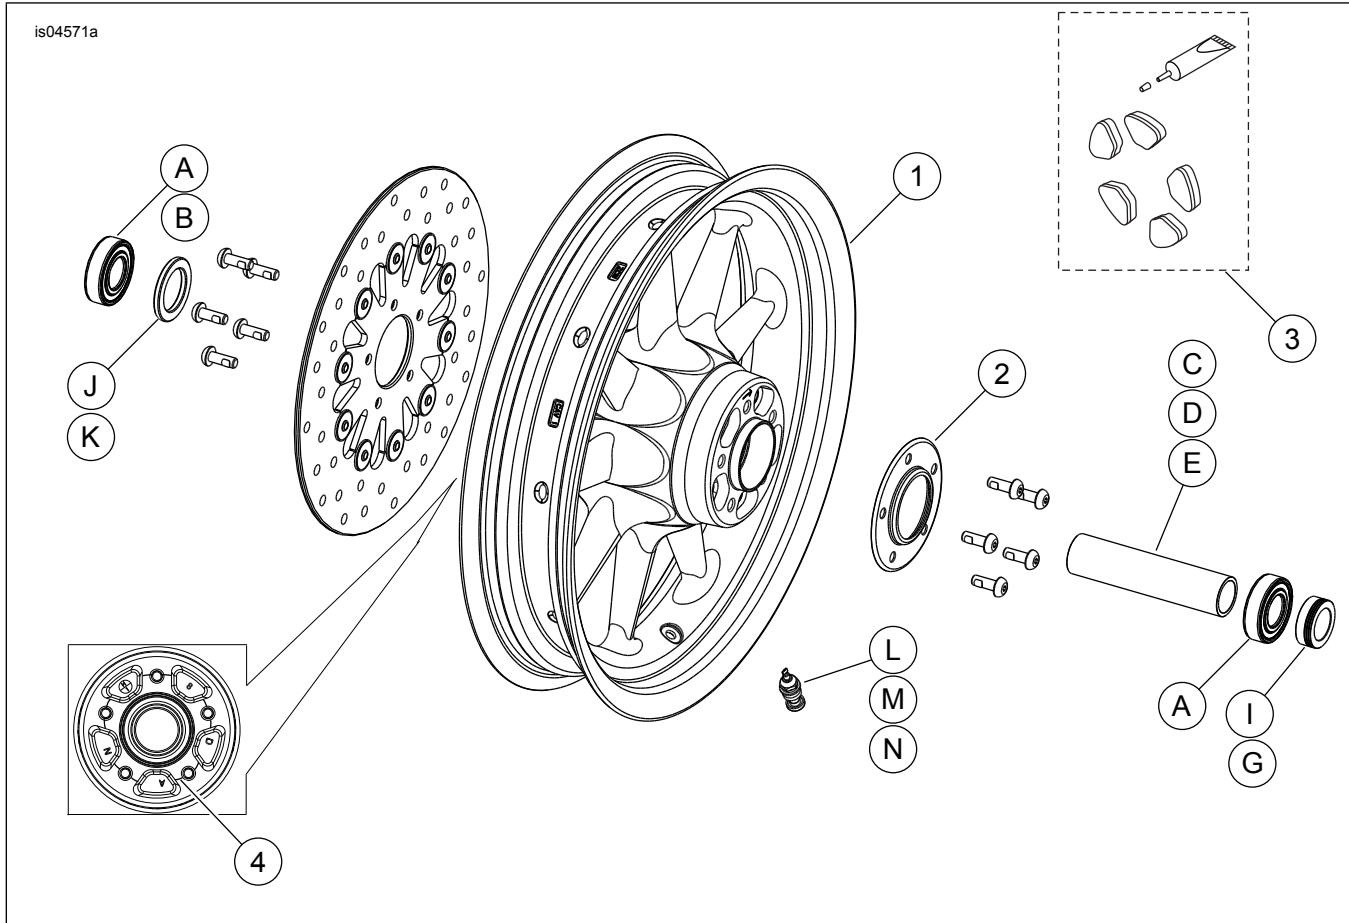

Figure 1. Pièces détachées : Roues avant à neuf rayons
Voir Figure 1 et les tableaux des pièces détachées.
2. Voir Figure 1. Installer l'ensemble de tige de valve (M) sur la roue. Voir PNEUS dans le manuel d'entretien.